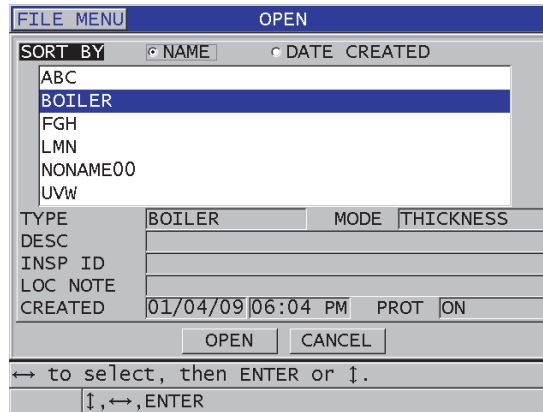

Figura 11-16 Pantalla ABRIR (OPEN)
3. En la pantalla **ABRIR (OPEN)** [ver la Figura 11-16 en la página 216]: